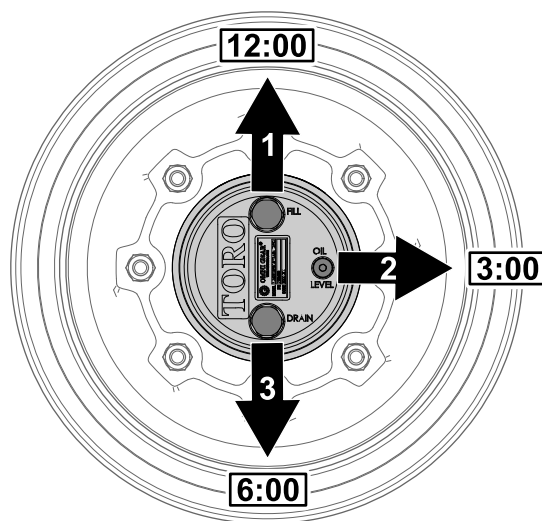

Bild 63
1. Parken Sie die Maschine auf einer ebenen Fläche und positionieren Sie das Rad so, dass die Füllschraube auf 12 Uhr, die Prüfschraube auf 3 Uhr und die Ablassschraube auf 6 Uhr steht (Bild 63).
1. Parken Sie die Maschine auf einer ebenen Fläche und positionieren Sie das Rad so, dass die Füllschraube auf 12 Uhr, die Prüfschraube auf 3 Uhr und die Ablassschraube auf 6 Uhr steht, siehe Bild 63 in Prüfen des Ölstands im Planetengetriebe (Seite 52).